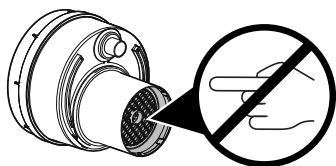

図1 - フィルタ媒体の損傷の防止
- フィルタの媒体には決して触れないでください (図1)。フィルタ媒体は、ローバー液体貯留用キャニスターから排出された空気を排気する前に濾過するものです。指示に従わないと、媒体の損傷を引き起こし、患者や医療スタッフに傷害が及ぶことがあります。